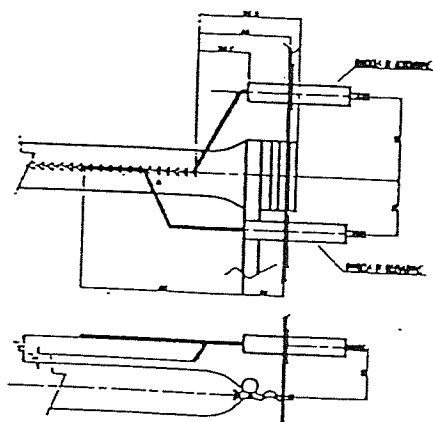

fig. 4
• CANDELA D'ACCENSIONE E DI RILEVAZIONE (fig.4)